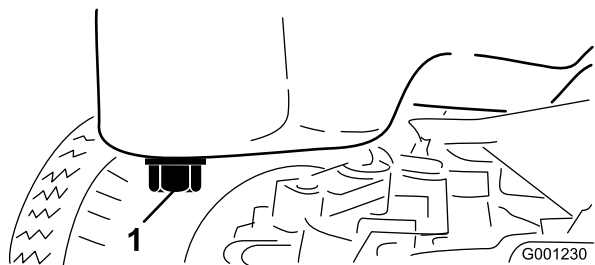

Figure 49
3. Placez un bac de vidange sous le carter en face du bouchon de vidange (Figure 49).